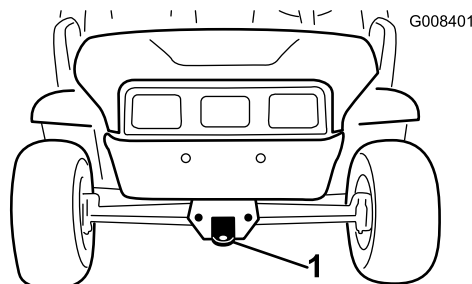
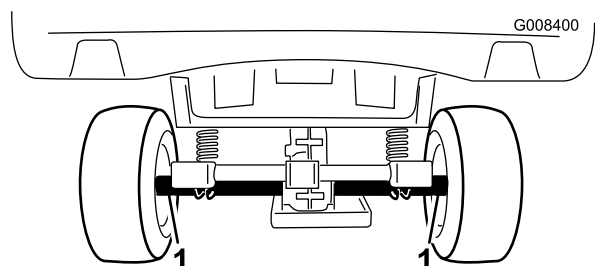

図 16
図 15
2. 前フレームのトングにロープなどの牽引索を取り付ける（図 16）。
長距離を運ぶ場合にはトレーラを使用してください。必ず確実に固定して輸送してください。ロープ掛けのポイントについては図 15 と 図 16 を参照してください。